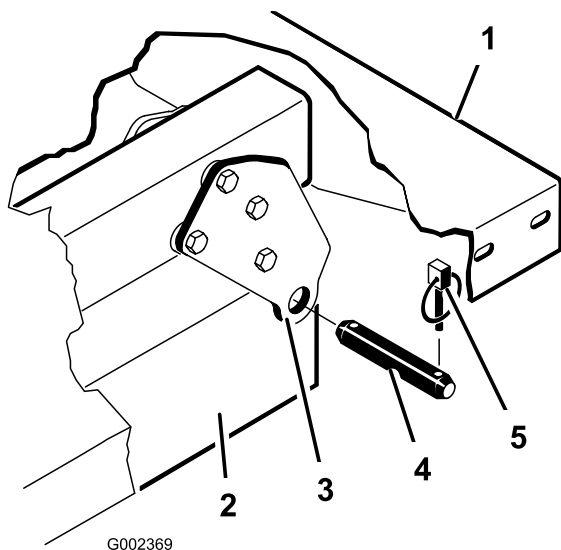

Figura 4
6. Îndepărtați știfturile de prindere și știfturile cu cap și gaură care fixează suporturile pivot ale platformei de canalele cadrului mașinii (Figura 4).